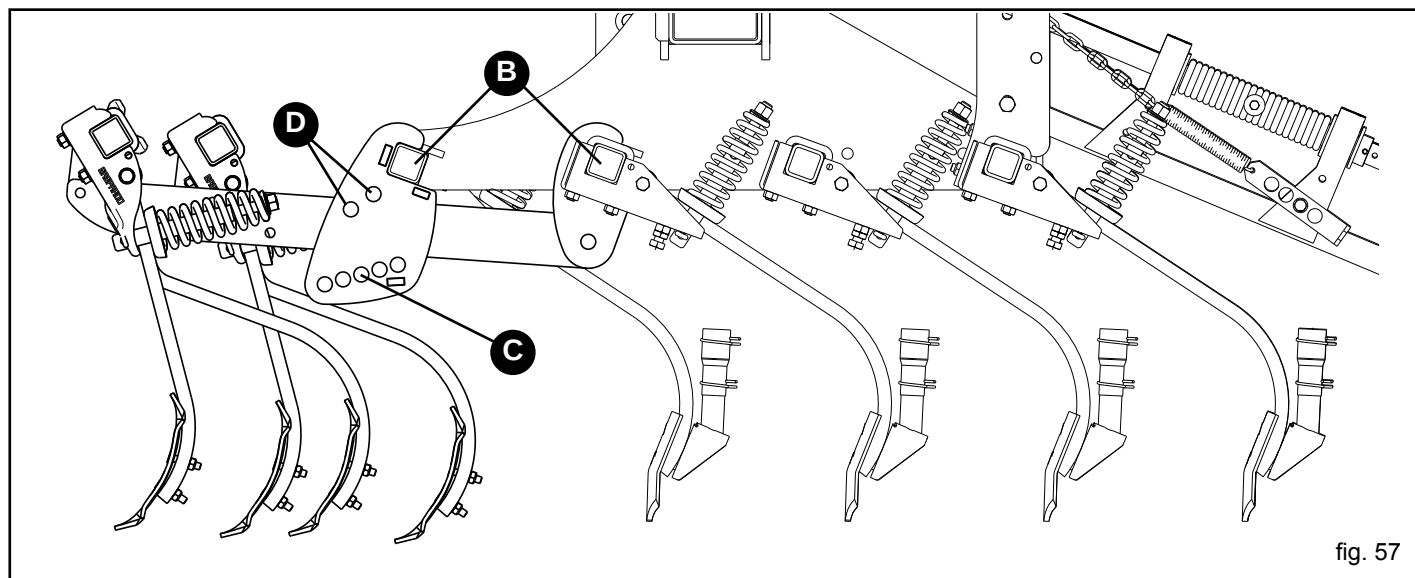

fig. 57
L'équipement est appliqué au semoir par les points (B) de la Figure 57. La profondeur de travail des éléments du préparateur est déterminée par modification de la position de la goupille (C) Figure 57.
ATTENTION: Durant le transport sur route, bloquer le mouvement du préparateur à l'aide de la goupille en dotation, en la plaçant dans les trous destinés à cet effet (D, Fig. 57).